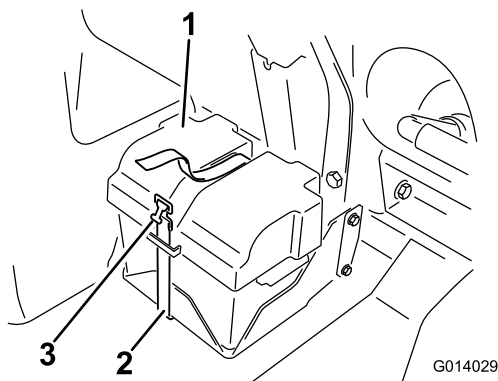

Figura 82
2. Retire la tapa de la batería y desconecte el cable negativo (negro) del borne de la batería (Figura 82).
4. Instale la tapa de la batería y sujétela con la correa que retiró anteriormente (Figura 82).